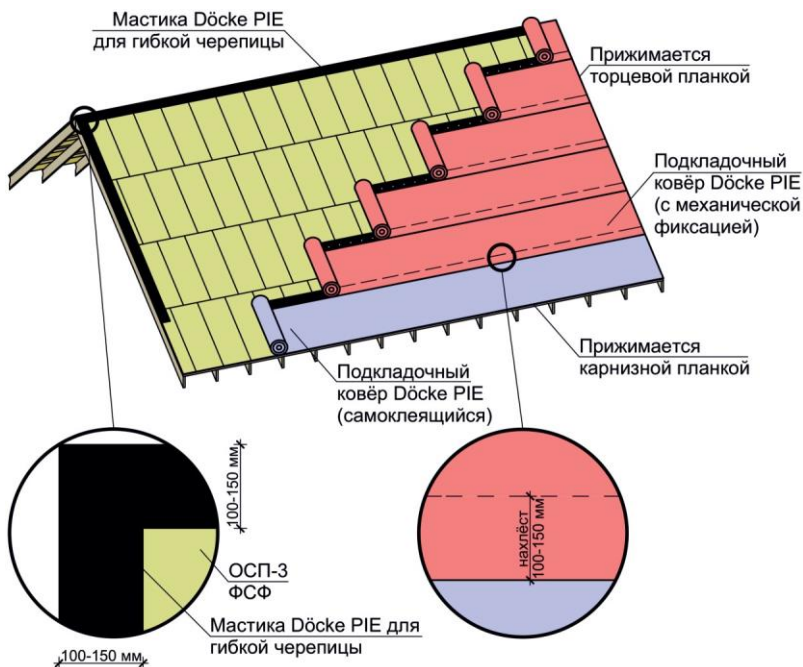

Рис. 6 Схема расположения подкладочного ковра Döcke PIE (последовательность укладки полотен в соответствии с п. 4.1.2).
- 4.1.4 Крепёж подкладочного ковра -тип 1 (таблица NOI). Шаг гвоздей составляет 200 мм в местах нахлёстов (рис. 6). Самоклеящиеся ковры Döcke PIE вдоль карниза снизу прижимаются карнизными планками (п.5). Самоклеящийся подкладочный ковёр необходимо крепить гвоздями в тех случаях, когда планируются перерывы в работе, а также когда планируется использовать ковры в качестве временной кровли.